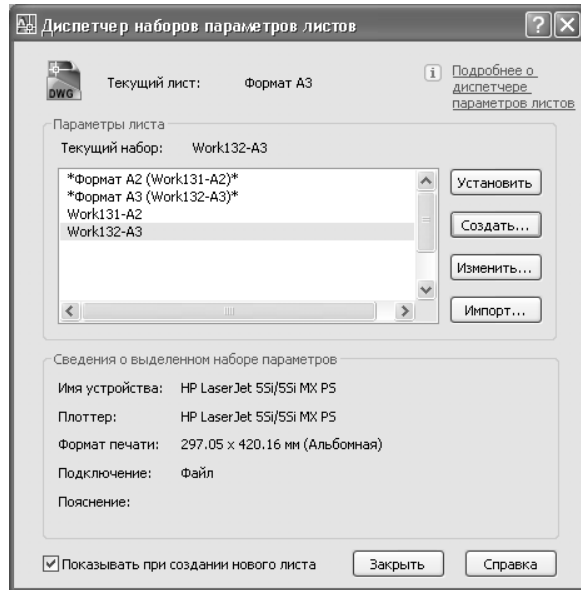

Рис. 13.24 ▼ Набор параметров страницы **Work132-A3** назначен текущим для компоновки **Формат A3**
19. Вернувшись в окно **Редактор параметров плоттера** (Plotter Configuration Editor), выберите в списке набор **Work132-A3** и щелкните на кнопке **Установить** (Set Current), чтобы назначить его текущим для компоновки **Формат A3** (рис. 13.24), после чего закройте окно, щелкнув на кнопке **Заккрыть** (Close).